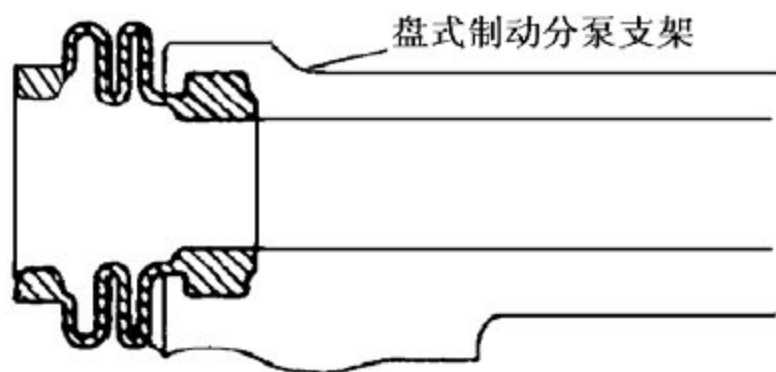

图 3—14
- 7). 拆卸前盘滑动销防尘套。从前盘式制动分泵支架上拆下 2 个防尘套，如图 3—14 所示。
9). 拆下制动分泵防尘套。用螺丝刀拆下固定环和防尘套，如图 3—15 所示。